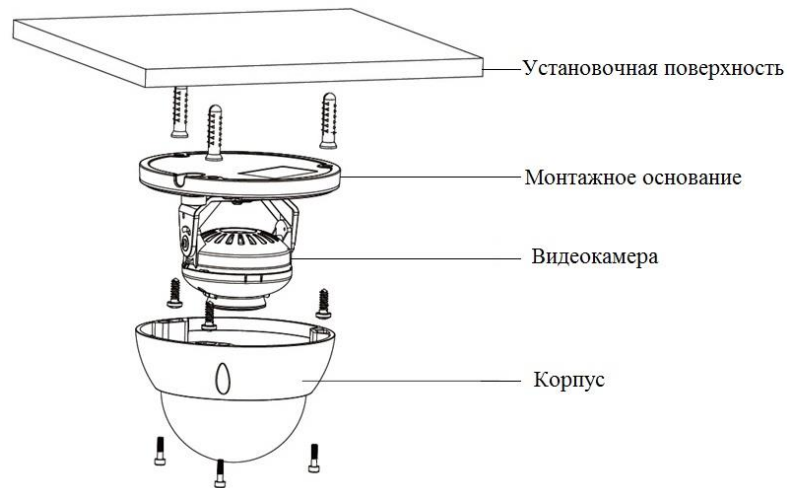

Рисунок 3
2.6 Прикрепите монтажное основание видеокамеры к установочной поверхности (рис.3).